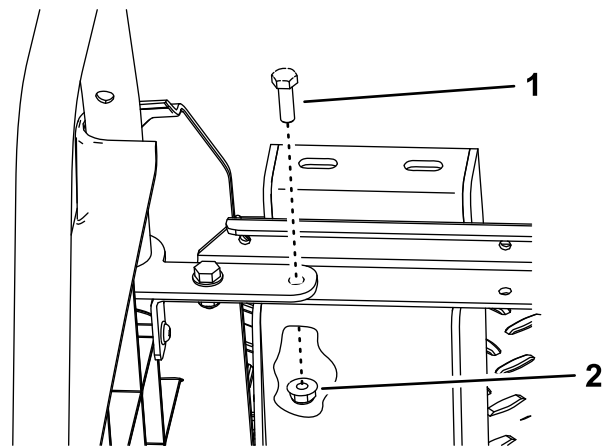

Рисунок 8
5. Прикрепите верхнюю часть кронштейна при помощи болта из комплекта (5/16 x 1 дюйм) и гайки (5/16 дюйма), которую вы сохранили при выполнении пункта 3 предыдущей процедуры (Рисунок 8).
1. Проложите жгут проводов позади кабины и под сиденьем и прикрепите зажим жгута проводов к боковой панели (Рисунок 8).